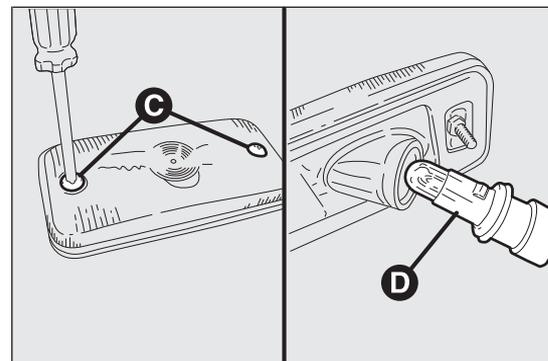

Abb. 207
- die beiden Befestigungsschrauben C Abb. 207 lösen und den Scheinwerfer ausbauen;